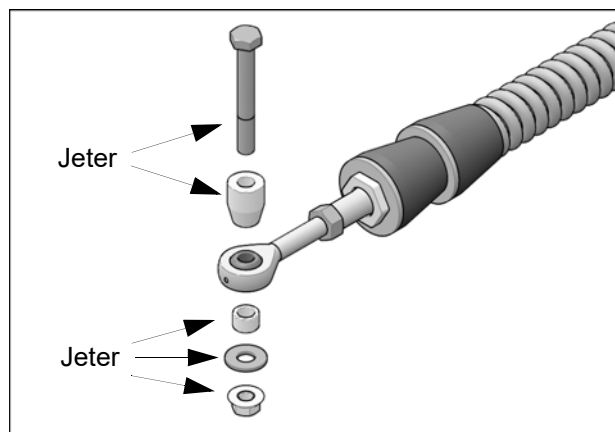

Fig. 3
- Retirer et jeter les boulons, rondelles et espaceurs des rotules des bras stabilisateurs des systèmes arrière. Fig. 3